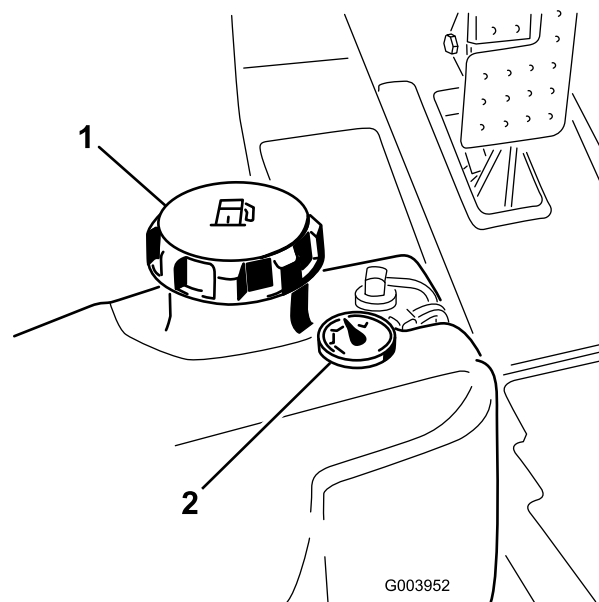

Figura 33
1. Rimuovete il tappo dal serbatoio del carburante (Figura 33).